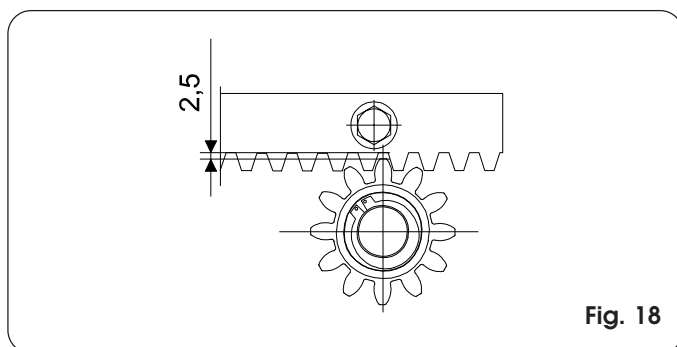

Fig. 18
- Au terme de l'installation de la crémaillère, régler la distance entre les dents du pignon et la gorge de la crémaillère en vérifiant que la distance est de 2,5 mm (Fig. 18) durant toute la course, en utilisant les rainures de la crémaillère.